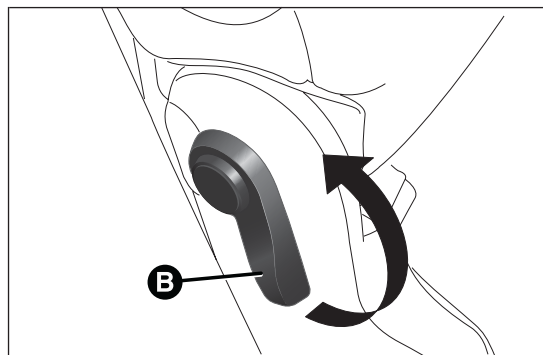
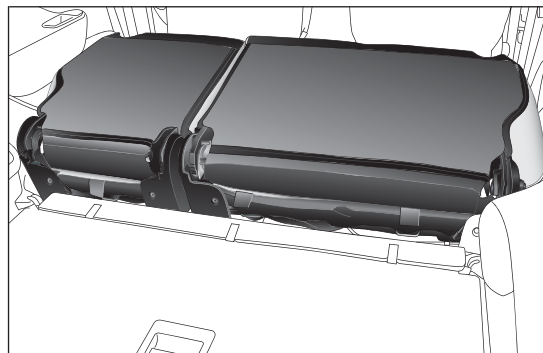

fig. 85
fig. 86
- soulever le levier B fig. 85 pour rabattre le dossier (voir fig. 86).
Pour ramener le dossier dans la position d'utilisation normale, soulever le levier B fig. 85 puis soulever le dossier.
Pour ramener le dossier dans la position d'utilisation normale, soulever le levier B fig. 85 puis soulever le dossier jusqu'à atteindre la position d'accrochage verticale.